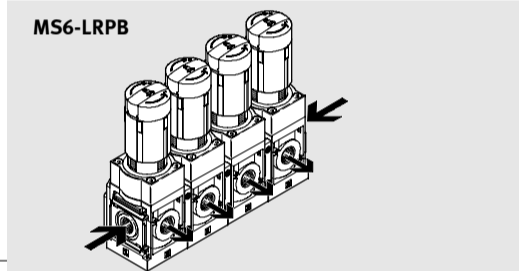

Bild 1
Bestimmungsgemäß regelt das Präzisions-Druckregelventil MS6-LRP(B) Druckluft im nachfolgenden Strang auf den eingestellten Ausgangsdruck p2. Dabei glättet das MS6-LRP(B) Druckschwankungen. Der Ausgangsdruck p2 ist innerhalb des Druckregelbereichs (→ "Technische Daten") einstellbar. Das MS6-LRP(B) ermöglicht die Druckeinspeisung auf beiden Seiten (→ Bild 1).